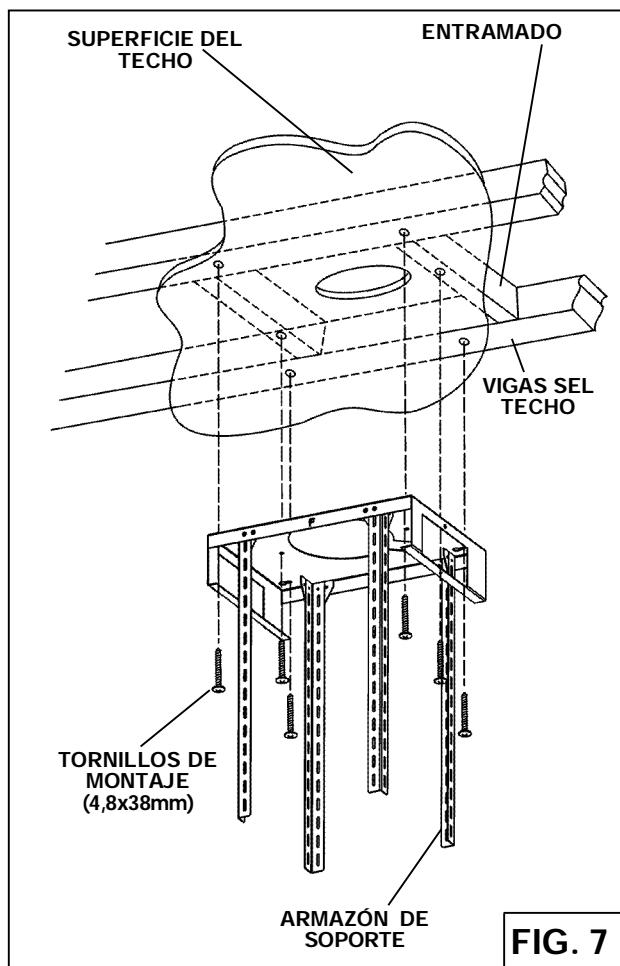

FIG. 7
3. Ajustar la altura total utilizando la tabla en la parte inferior de el **armazón de soporte** como se indica. Suelte y vuelva a apretar los 4 tornillos en las ranuras de ajuste de altura, según sea necesario. Inserte 12 tornillos (3.9x9.5mm) ubicadas en el paquete de hardware (Fig. 7). Asegúrese que este sea una superposición de 4" min. entre las patas de soporte superior e inferior.
4. Sujete la mitad superior del armazón de soporte a las vigas y al entramado con los seis (6) tornillos adjuntos (6x70mm). Compruebe que los tornillos vayan al centro de las vigas del techo para una mayor rígidez.